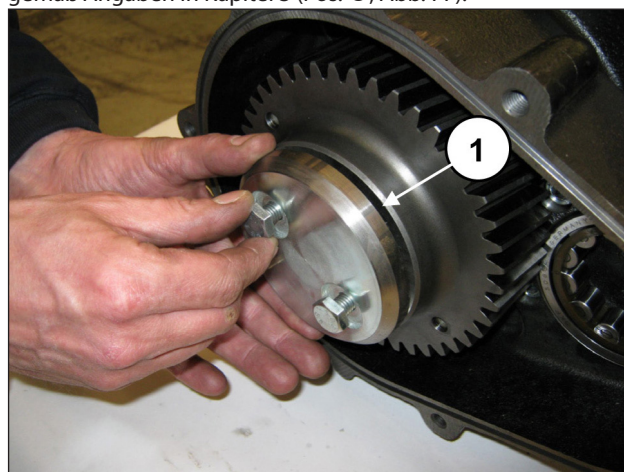

Abb. 76
Befestigen Sie die Zahnkranzarretierung (Pos. ①, Abb. 76) mit den 2 Schrauben M10x25.